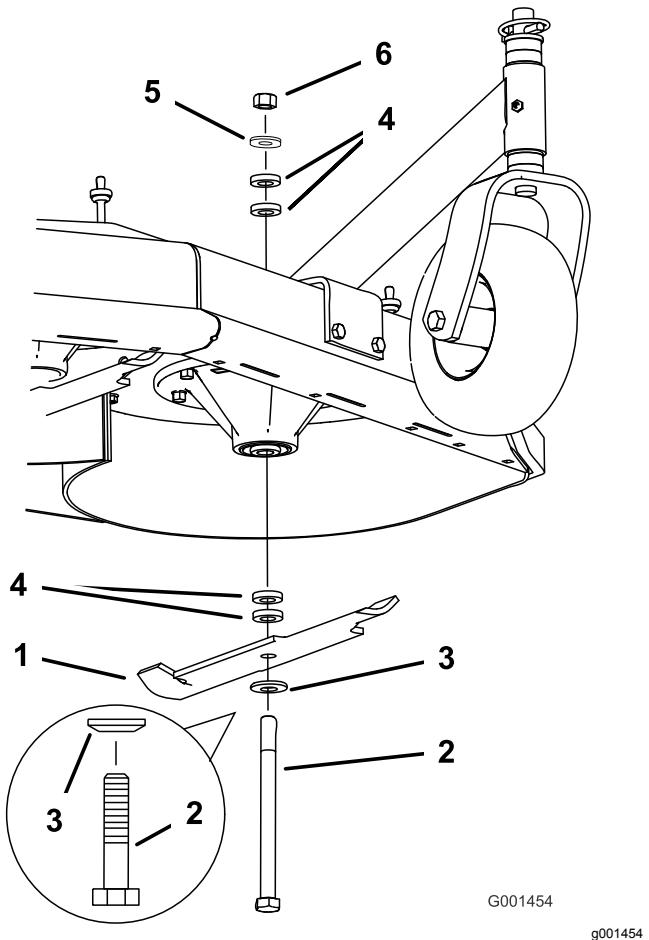

Figura 15
3. Sujete el perno de la cuchilla y retire la tuerca (Figura 15).
4. Retire el perno de la cuchilla del eje y cambie los espaciadores según sea necesario (Figura 15).
5. Instale el perno de la cuchilla, la arandela curva y los espaciadores adicionales, y sujetelos todo con una arandela fina y una tuerca (Figura 15).